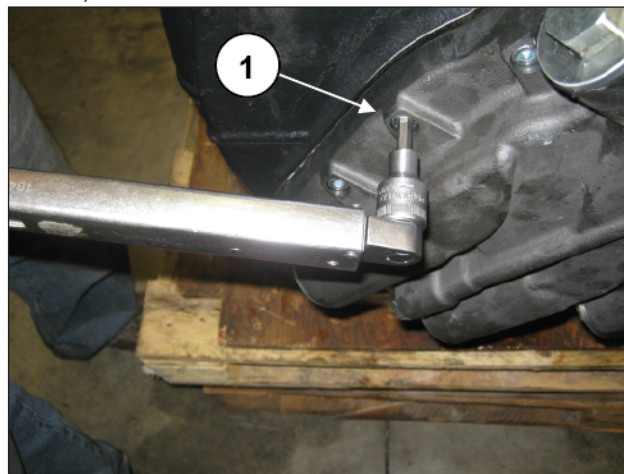
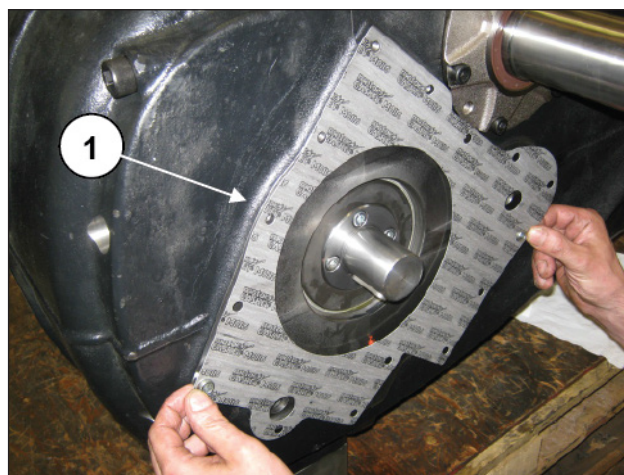

Abb. 21
Abb. 22
Demontieren Sie den Ölpumpenkörper durch Abdrehen der entsprechenden Schrauben (Pos. ①, Abb. 21). Ziehen Sie die Flachdichtung ab und ersetzen Sie diese bei Bedarf (Pos. ①, Abb. 22).